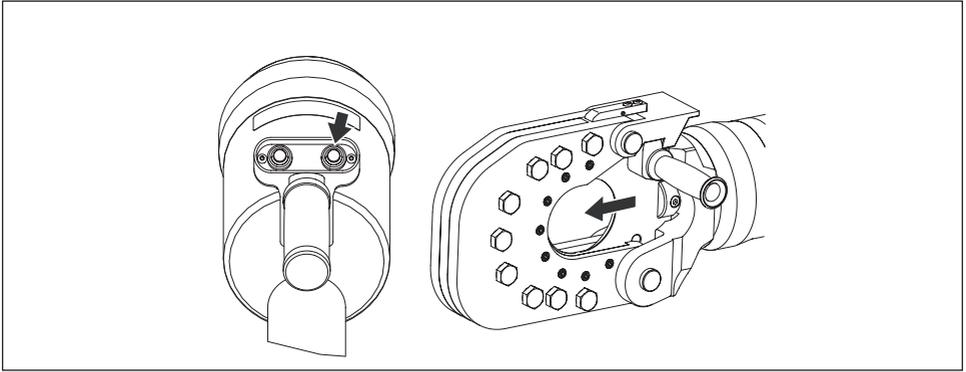

Figure 10, Utilisation - Sortie/coupe
- Maintenez le bouton poussoir **sortie/advance** enfoncé pour faire avancer le piston et faire coulisser la lame mobile vers l'avant. Se reporter à la Figure 10.